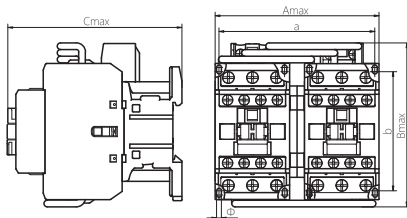

图4 NC8-09/N~38/N系列可逆交流接触器外形与安装示意
6.4 NC8-09/N~38/N系列交流接触器安装尺寸、外形尺寸与接线能力，见图4及表6，型号规格重量见箱贴。